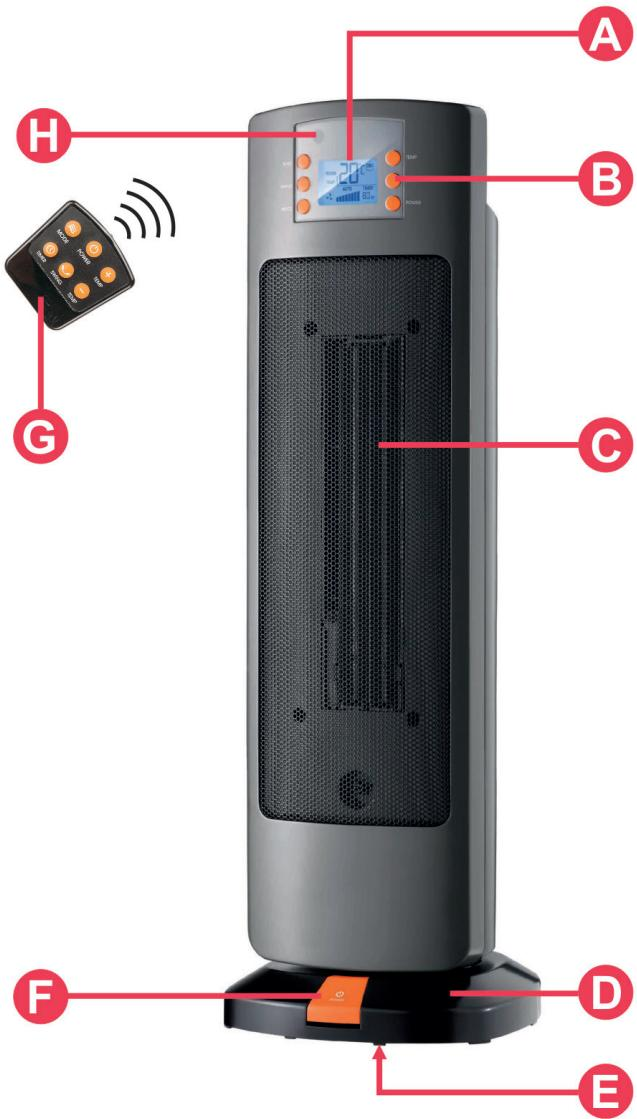

Fig. 1
- ❑ Antes de conectar el aparato a la red, asegúrese que éste está ubicado sobre un suelo estable y en una posición vertical firme. Recuerde que como medida de seguridad, el aparato incorpora un interruptor anti-vuelco debajo de la base de oscilación (**Fig.1 D-E**).